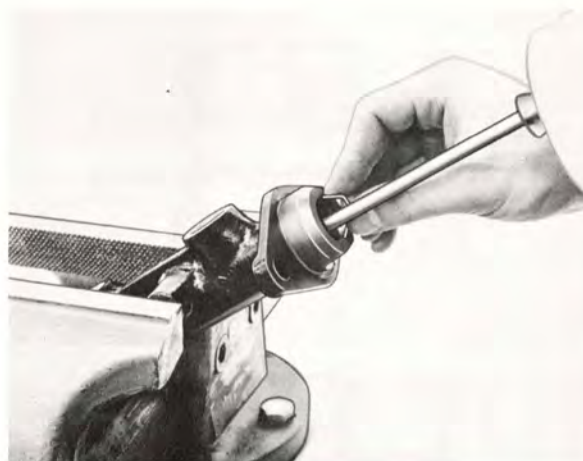

Bild 5-9. Montering av låsring
8. Montera låsringen för kolvarna (bild 5-9).